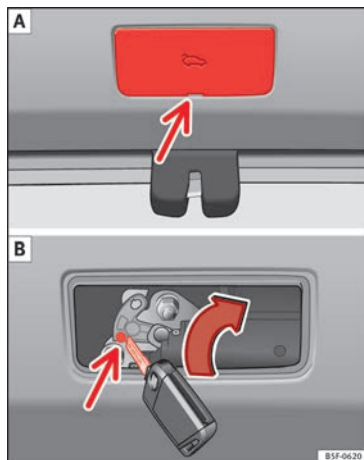

Fig. 197 Detalle del maletero: acceso al desbloqueo de emergencia.
- Retire la tapa por la ranura con ayuda de un destornillador»» **fig. 197 A.**
- Introduzca la llave en el orificio previsto y gírela en el sentido de la flecha hasta liberar el pestillo»» **fig. 197 B.**